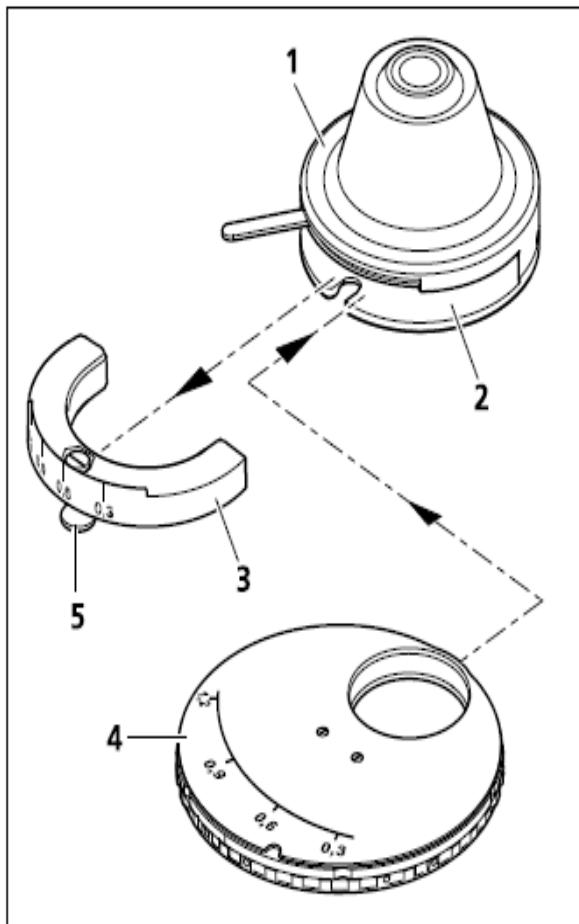

图. 3-28 安装 0.9 H Pol 聚光镜转盘
- | 将聚光镜(图 3-28/1)从聚光镜支架(见章节 3.1.9)上卸下.如果聚光镜支架不能降的足够的低,例如安装了低倍聚光镜,那么必须将其卸下,以方便降低聚光镜支架卸下聚光镜
- | 使用 3mm 螺丝刀松开聚光镜标尺(图 3-28/3)处螺丝(图 3-28/5).并将其向前取出
- | 将功能转盘 (图 3-28/4) 有两个豁口的部分朝前,将其插入聚光镜,并将紧固螺丝口对准聚光镜上的螺丝孔